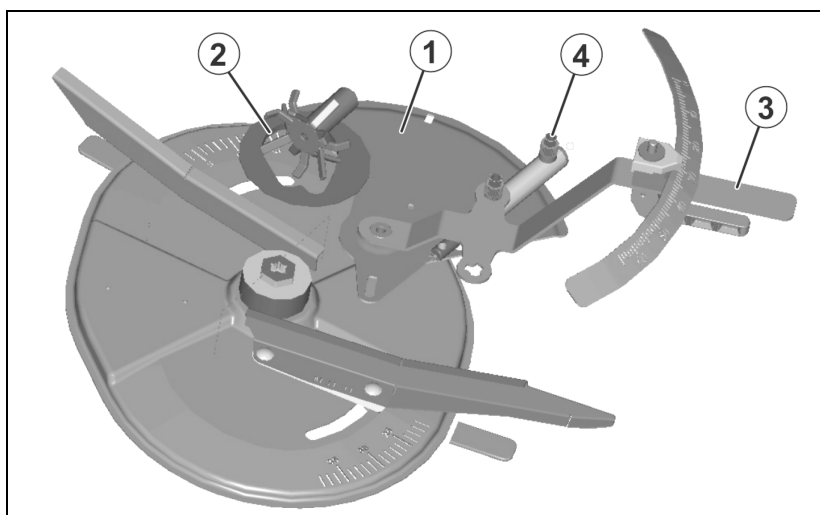

Fig. 15
- grâce à un terminal de commande **électronique**. Les trappes de dosage (Fig. 15/2) commandées par des servomoteurs (Fig. 15/1) permettent d'ouvrir des sections de passage différentes (Fig. 15/3).
- manuel** par le levier de réglage (Fig. 15/3) via le réglage de différentes ouvertures du passage (Fig. 15/2). Chaque position de disque nécessaire est obtenue d'après les indications du tableau d'épandage ou avec le disque de calcul.
Pour ouvrir et fermer les ouvertures, les trappes de dosages sont activées de façon hydraulique (Fig. 15/4).